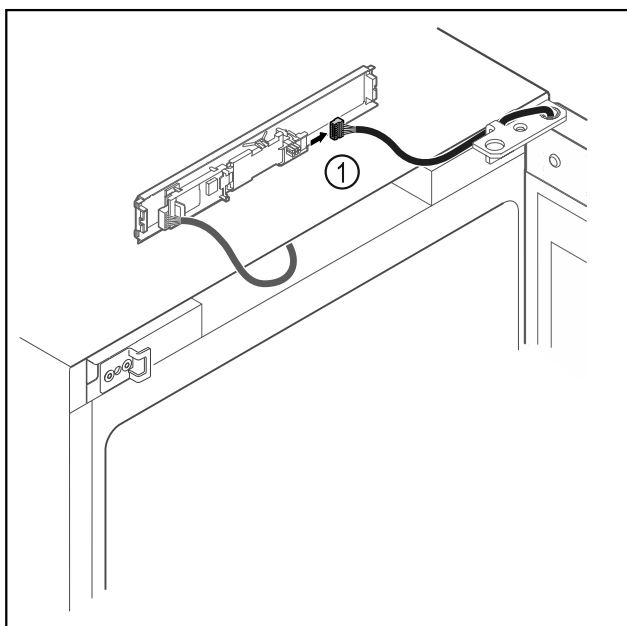

Fig. 14
- Vytáhněte zástrčku Fig. 14 (1) z desky.